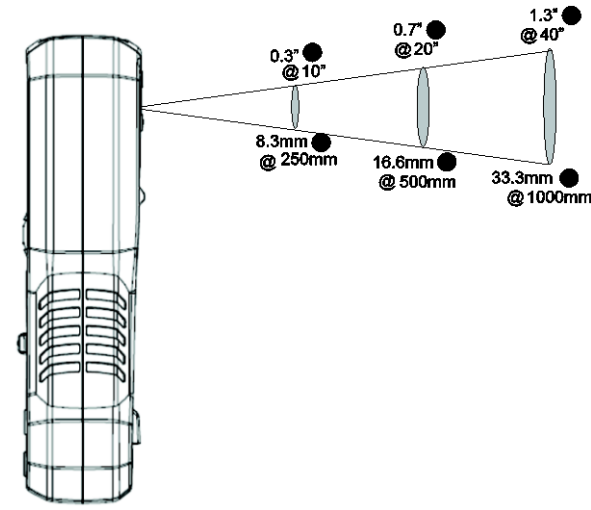

图 8-2 物距比 30:1
6. 热像仪的物距比为 30:1，这意味着相比于仪表至测量点的距离，测量点小 30 倍（当距离为 30" 时，仪表可识别 1" 的目标点）。**请参阅图 8-2。**